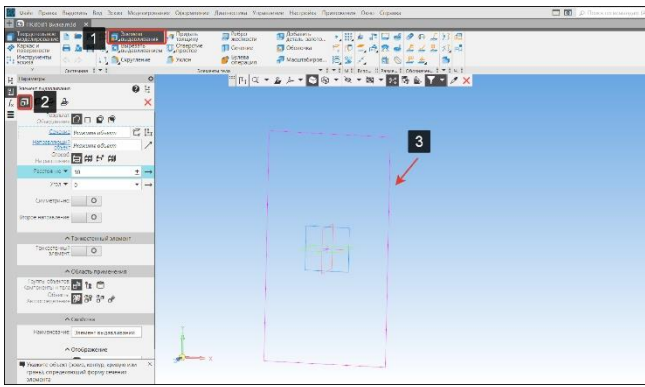

Рисунок 49 – Команда Элемент выдавливания
- В панели Элементы тела выберем команду Элемент выдавливания (1) подоперация элемент выдавливания (2) (Рисунок 49);
- Выберем построенный эскиз (3) (Рисунок 49);